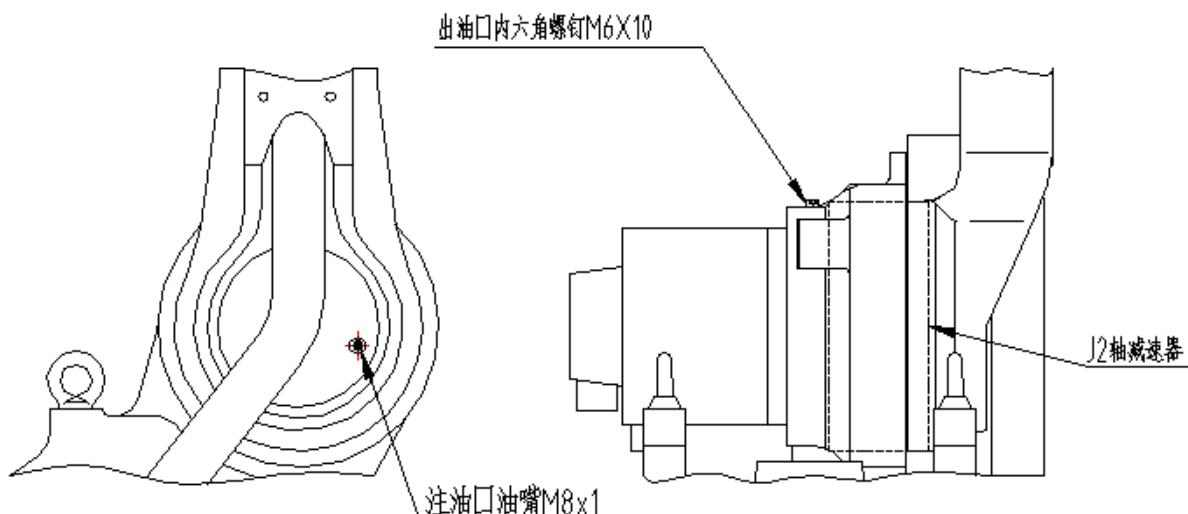

图 12 J2 轴减速机局部结构
(1) 油脂补充步骤（参考 图 12）
- ④ 安装注油口堵塞；
- ⑤ 安装出油口堵塞前，运动 J2 轴几分钟，使多余的油脂从出油口排出；
- ⑥ 用布擦净从出油口排出的多余的油脂，安装出油口堵塞。
(2) 油脂更换步骤（参考 图 12）